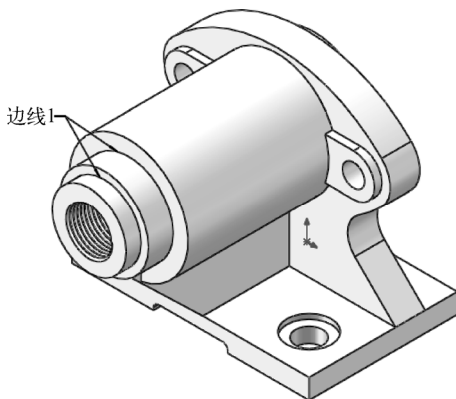

图 13-142 绘制螺纹实体
**06** 绘制螺纹。选择菜单栏中的“插入”→“切除”→“扫描”命令, 或者单击“特征”工具栏中的“扫描切除”按钮, 弹出“切除-扫描”属性管理器, 选择图形区域中的牙型草图为扫描轮廓; 然后选择螺旋线作为扫描路径, 单击“确定”按钮, 结果如图 13-142 所示。
**07** 圆角实体。选择菜单栏中的“插入”→“特征”→“圆角”命令，或者单击“特征”工具栏中的“圆角”按钮，此时系统弹出图 13-143 所示的“圆角”属性管理器。在“半径”一栏中输入值 2.00mm，然后用鼠标选取图 13-142 中的边线 1，单击属性管理器中的“确定”按钮，结果如图 13-144 所示。